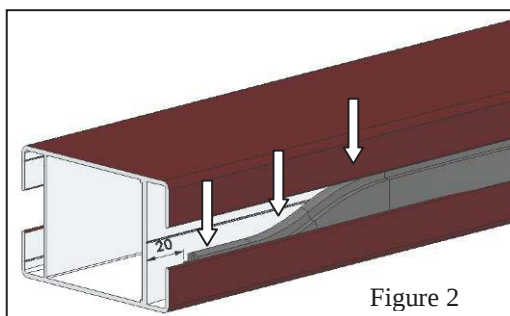

Figure 2
- Glisser les joints dans les montants côté rue afin d'éviter les vibrations des lames (figure 2 et 3)